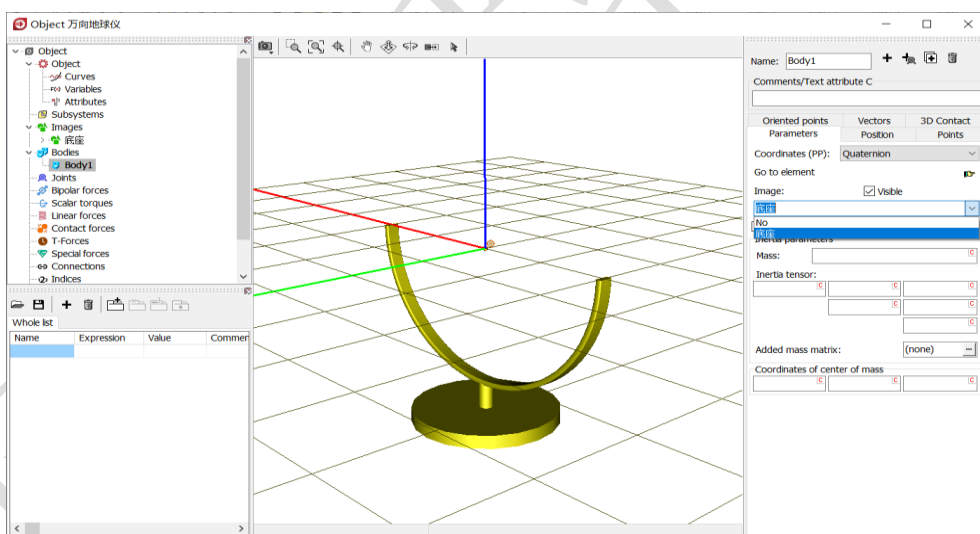

图 2-10
- 4) 这样, 我们就创建了一个刚体, 系统自动命名为 **Body1**。在交互界面 **Parameters** 页面 **Image** 处的下拉菜单中选择**底座**, 并保持 **Visible** 选项为勾选状态, 如图 2-10。